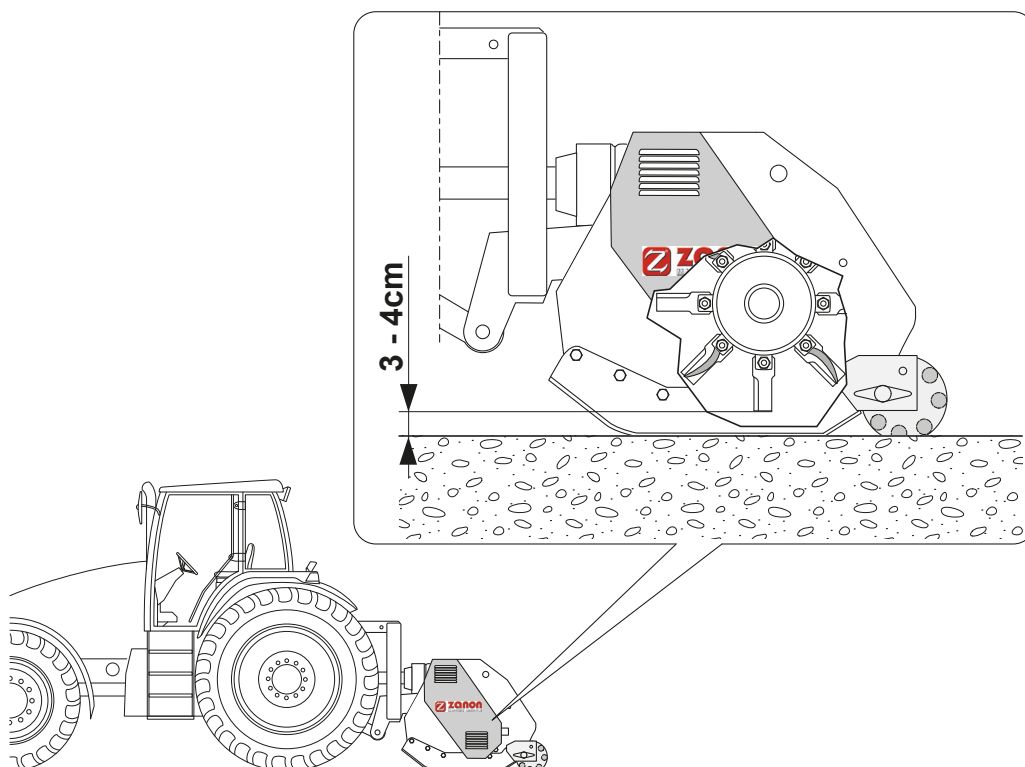

Fig. 11
- Regular la altura de trabajo de forma que las cuchillas se encuentren aproximadamente a 3÷4 cm del terreno (**Fig. 11**).